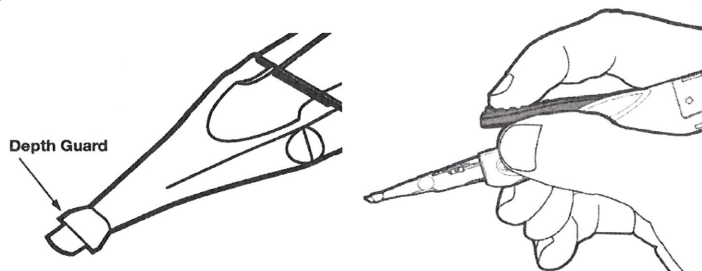

Figura 8 Figura 9
Paso 13. Introduzca la punta de la boquilla en la incisión tanto como sea necesario para facilitar la implantación del lente, utilizando el protector de profundidad (**Figura 8**) como límite de inserción, y apunte la punta de la boquilla a la apertura de la cápsula anterior.